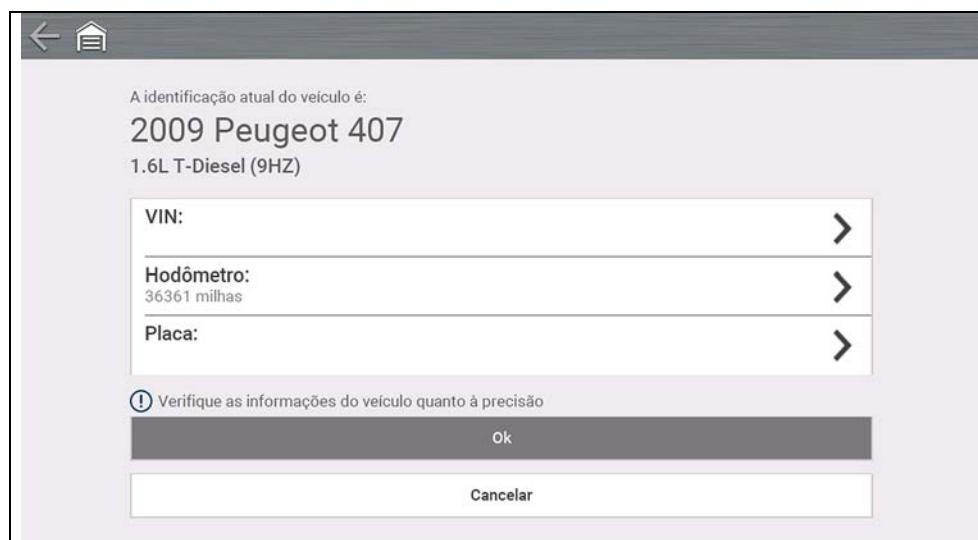

Figura 4-3
8. A tela de confirmação da identificação do veículo é exibida (*Figura 4-3*). Selecione **OK** para continuar.